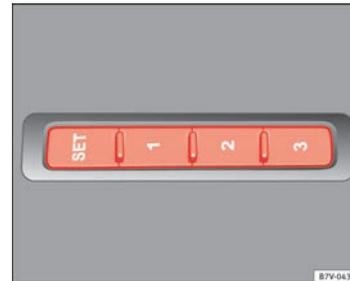

Fig. 80 Teclas de memoria en la parte exterior del asiento del conductor.
- Mantenga pulsada la tecla **SET** durante más de un segundo → fig. 80.